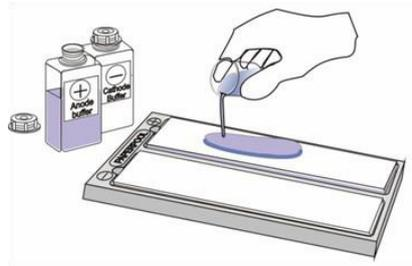

Abb. 1
- Zwei Elektrodenwicks in die Vertiefungen des PaperPool legen und jeweils 42 ml des entsprechenden Elektrodenpuffers aufgeben und mind. 10 min aufsaugen lassen (Abb.1).